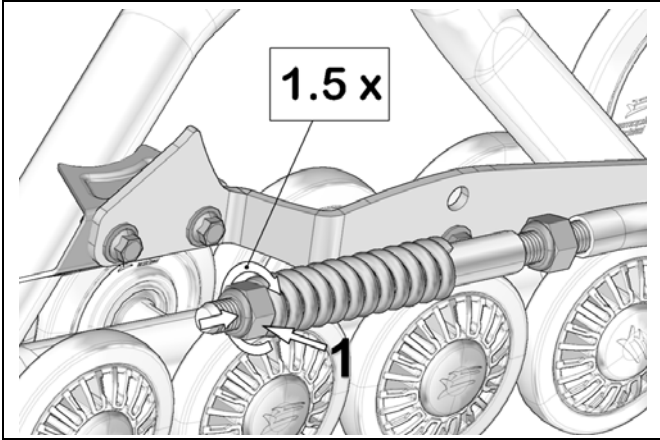

Abbildung 10
- Drehen Sie Mutter (1) bis diese die Feder berührt, dann drücken Sie die Feder zusammen, indem Sie diese Mutter 1,5 Drehungen drehen. Siehe Abbildung 10.